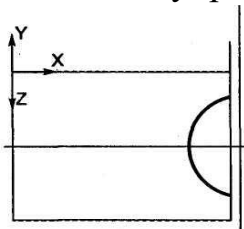

Рис.110
18. Для получения сквозного выреза повторите п.4 настоящего упражнения для эскиза выреза рис.110.
19. Постройте эскиз полукруглого выреза, показанный на рис.110.